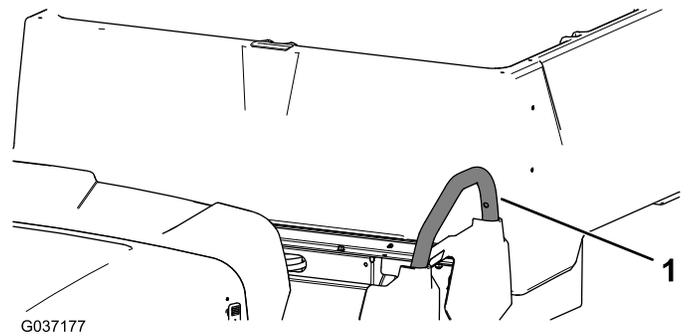

Figure 9
2. Retirez les 3 vis et les 3 écrous qui fixent la poignée de maintien et déposez cette dernière (Figure 9).
8. Reposez la poignée de maintien gauche que vous avez déposée à l'aide de 3 vis et 3 écrous (Figure 9).